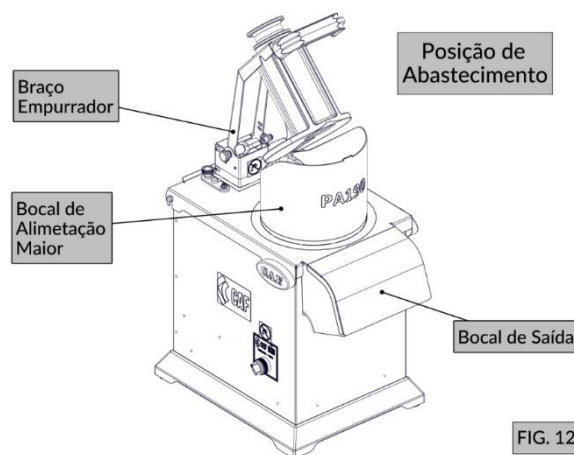

FIG. 12
1. Com a máquina devidamente montada, higienizada e energizada, levante o braço empurrador para a posição de abastecimento (FIG. 12). Nesta posição, por segurança, obrigatoriamente a máquina deverá parar de trabalhar.
3. Utilize o braço empurrador (FIG. 12) para pressionar o produto contra o disco de processamento. O produto processado sairá pelo bocal de saída (FIG. 12).